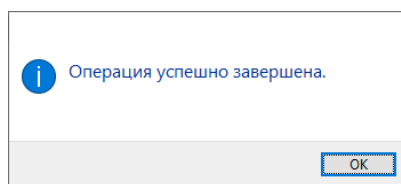

Рисунок 15 – Оповещение системы
4. При успешной установке откроется всплывающее окно оповещения системы (см. рисунок 15). Нажать кнопку «ОК».